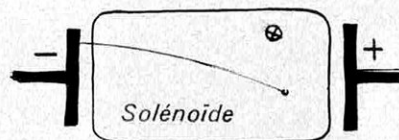

Fig. 12 — Effet cyclotron
4) L'EFFET HALL. Cette décharge électrique, à elle seule, serait sans effet sur la sustentation et la propulsion, si elle n'était complétée par l'action d'un champ d'induction magnétique $\vec{B}$. Car les électrons, lorsqu'ils traversent une région où règne un champ magnétique, ont tendance à prendre une trajectoire courbée (fig. 12).